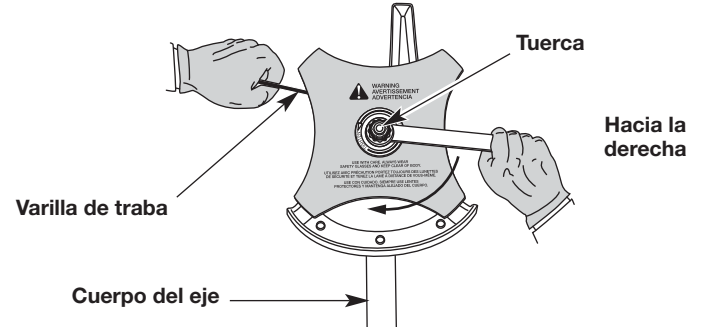

Fig. 19
2. Mientras sostiene la varilla de seguridad en su lugar, afloje la tuerca girándola en sentido horario con una llave de cubo o cerrada de 13 mm (Fig. 19).